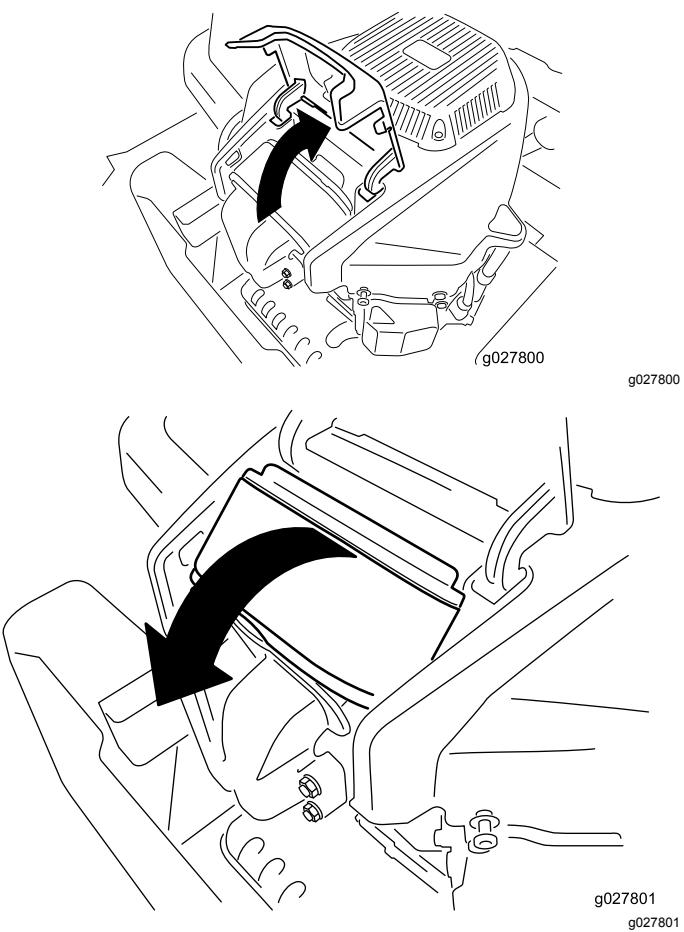

Figura 42
4. Retire la tapa y gire el limpiador de aire para retirarlo del motor (Figura 42).